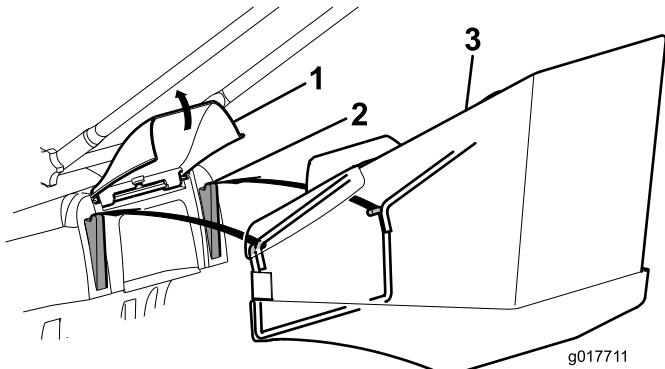

Рисунок 14
1. Поднимите заднюю дверцу, снимите заглушку для мульчирования (Рисунок 15) и установите в проушины мешок для сбора травы (Рисунок 14).